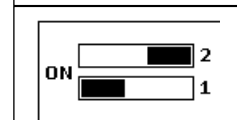

Fig. 13
- Stellen Sie den DIP-Schalter 2 auf ON, wenn die verwendeten Messfühler vom Typ NC sind (Abb. 13);